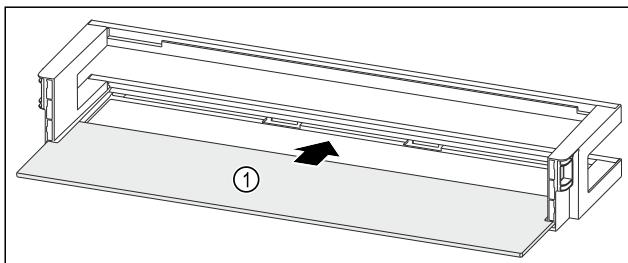

Fig. 90 Police u vratima s policom za odlaganje
- Policu za odlaganje Fig. 90 (1) gurnite u bočne otvore.